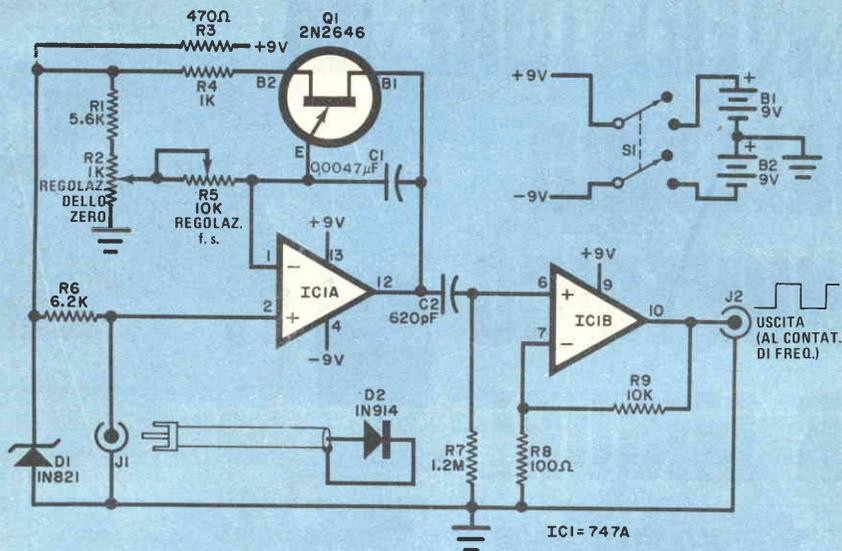

Fig. 1 - Nel circuito del convertitore il diodo di segnale D2 si comporta come elemento sensibile lineare alla temperatura.
**Il circuito** - Lo schema del convertitore è riportato nella *fig. 1*. Quando al circuito viene applicata tensione, il diodo zener D1 ed il resistore R6 stabiliscono una corrente di riferimento di 1 mA attraverso l'elemento sensibile alla temperatura D2, un diodo di